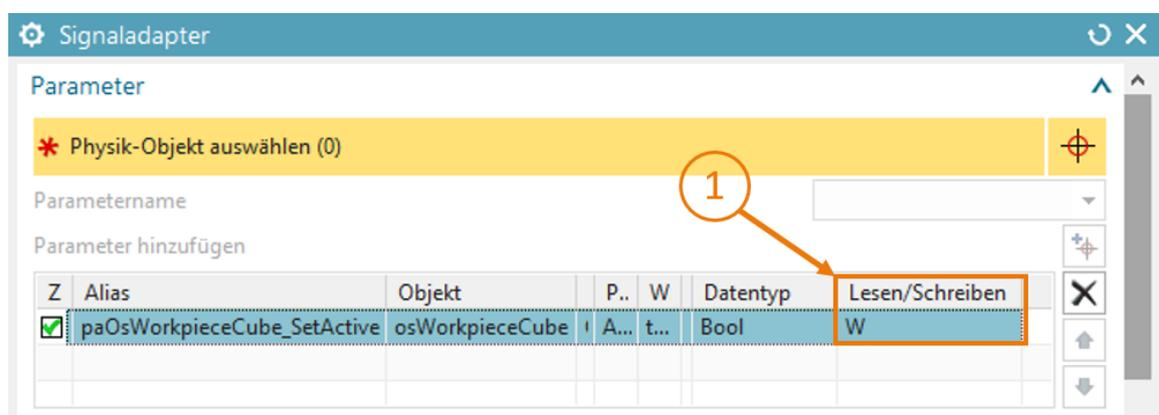
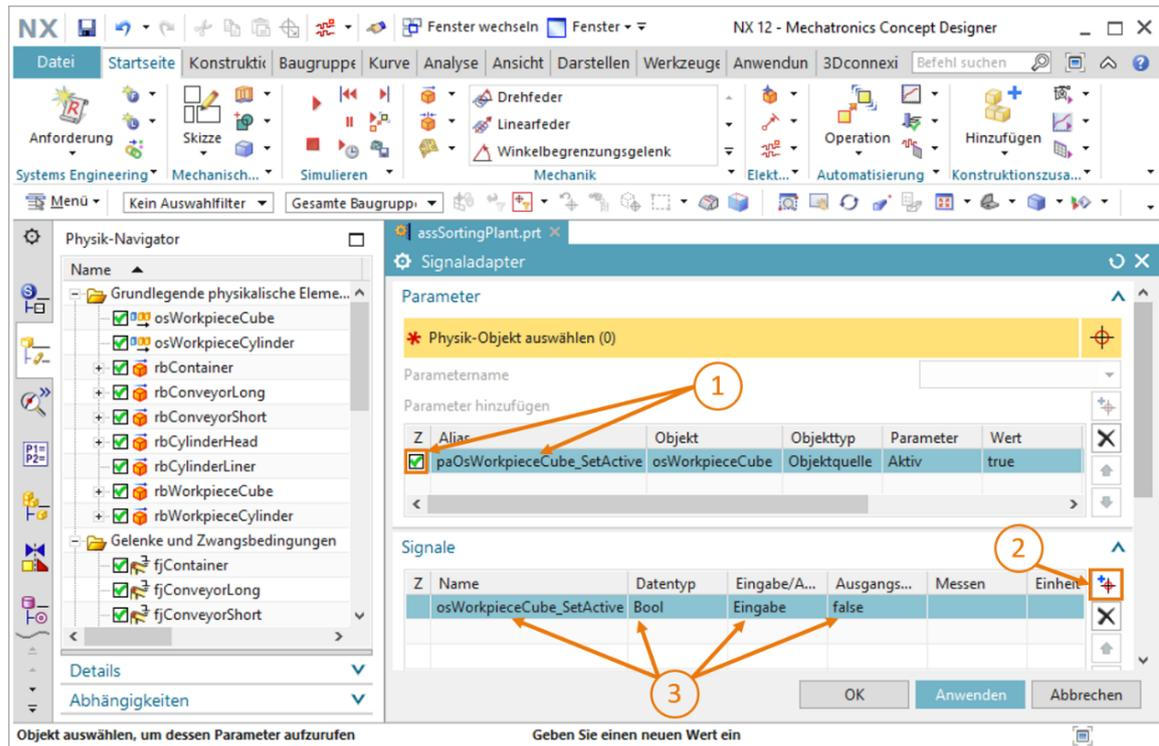

Abbildung 6: Lesen/Schreiben Eigenschaft eines Parameters
Abbildung 7: Erstellen eines passenden Signals für einen Parameter
- In der Tabelle unter dem Befehlspunkt "**Parameter**" finden Sie anschließend den soeben ausgewählten Parameter. Benennen Sie dessen Alias-Name in "**paOsWorkpieceCube\_SetActive**" um (siehe Abbildung 7, Schritt 1). Das Präfix "**pa**" soll hierbei für "**Parameter**" stehen, um eine klare Unterscheidung gegenüber einem Signalnamen zu haben. Klicken Sie außerdem auf das Kästchen am Anfang der Tabelle, um dem Parameter später ein Signal zuweisen zu können. Dies wird durch ein Häkchen  dargestellt. Wenn Sie im Befehlsregister "**Parameter**" nach rechts scrollen, können Sie weitere Eigenschaften des Parameters, z. B. die Eigenschaft "**Lesen/Schreiben**", die anzeigt, ob ein Parameter gelesen ("**R**" für Read) oder geschrieben ("**W**" für Write) werden kann. Der aktuelle Parameter "**paOsWorkpieceCube\_SetActive**" kann nur geschrieben werden (siehe Abbildung 6, Schritt 1).
- Nun benötigen Sie noch ein zugehöriges Signal, mit dem der Parameter verbunden werden soll. Klicken Sie hierfür auf die Schaltfläche "**Hinzufügen**" unter dem Befehlsreiter "**Signale**" (siehe Abbildung 7, Schritt 2). Es erscheint ein neues Signal. Passen Sie die Eigenschaften des Signals entsprechend des Parameters an. Führen Sie dazu einen Doppelklick auf den Standardnamen des Signals "**Signal\_0**" aus und benennen Sie das Signal in "**osWorkpieceCube\_SetActive**" um. Als Datentyp muss derselbe Typ gewählt werden, wie für den zugehörigen Parameter. Dies ist in diesem Fall ein "**Bool**". Der Wert der Eigenschaft "**Ein-/Ausgabe**" muss entsprechend der Eigenschaft "**Lesen/Schreiben**" des Parameters gewählt werden. Für einen Parameter, der geschrieben werden muss, muss das Signal aus Sicht des MCD ein Eingang von einer externen Quelle sein. Für einen Parameter der gelesen wird, muss das Signal ein Ausgang zu einem externen Programm sein. Da der aktuelle Parameter "**paOsWorkpieceCube\_SetActive**" geschrieben wird, muss für das Signal "**osWorkpieceCube\_SetActive**" demnach der Wert "**Eingabe**" gewählt werden. Der gewählte Ausgangswert in der Tabelle für das Signal ist gleichzusetzen mit dem Initialwert des Signals. Dieser soll in diesem Fall "**false**" sein (siehe Abbildung 7, Schritt 3).